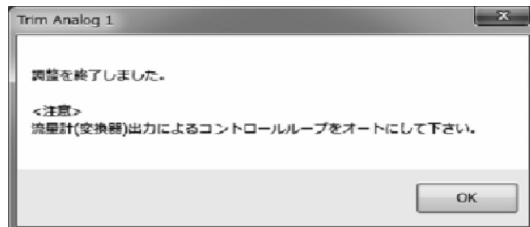

図148
- ⑥ 「Cancel」ボタンをクリックすると、アナログ出力値の調整は終了です。図148の「調整が終了しました。」のメッセージボックスが現れますので、「OK」ボタンをクリックして下さい。
- ⑩ 「Cancel」ボタンをクリックすると、アナログ出力値の調整は終了です。図148の「調整が終了しました。」のウィンドウが現れますので、「OK」ボタンをクリックして下さい。